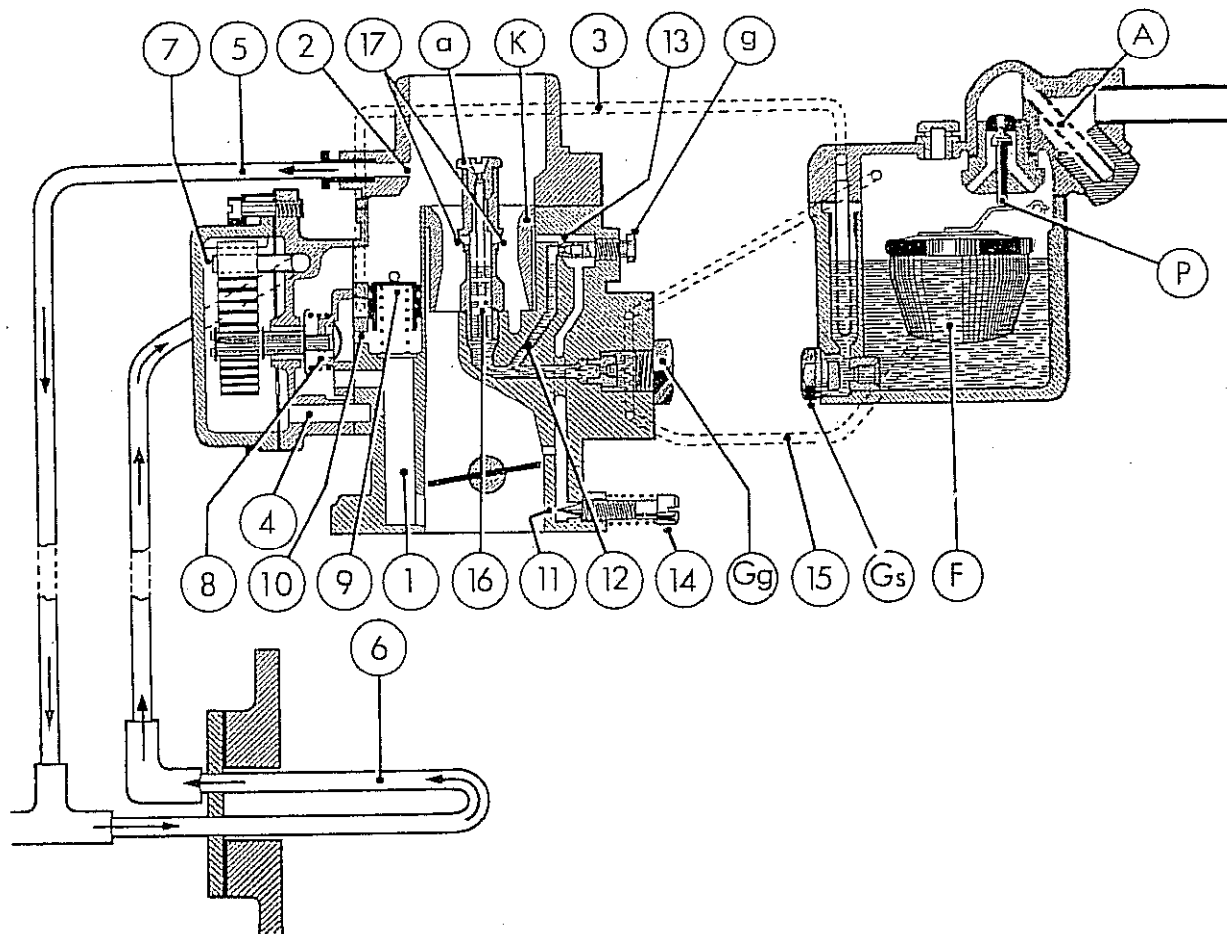

Fig. 110
El funcionamiento del cebador automático es común para ambos carburadores, para su mejor interpretación, referirse a las figuras números 110 y 111 (hacemos notar que en el texto sólo se citará la Fig. 110 SOLEX 28 IBT).
**Funcionamiento:** El dispositivo, consta de un émbolo 9 instalado en el conducto del cebador 1 y sometido en su parte superior a la presión atmosférica y por la parte inferior a la acción de un resorte calibrado y a la depresión reinante en la admisión (Figs. 110 y 111).
Al arrancar en frío, la velocidad de giro del motor impulsado por el arranque es de muy pocas vueltas y la depresión creada por los cilindros debajo de la mariposa del acelerador y también en el conducto de alimentación 1, no es lo suficientemente fuerte como para atraer al émbolo 9 (Figs. 110 y 111). Este se mantiene por la tensión del resorte en su posición más alta dejando libre el conducto 10, por el cual se suministra una cantidad adicional de nafta para el arranque.